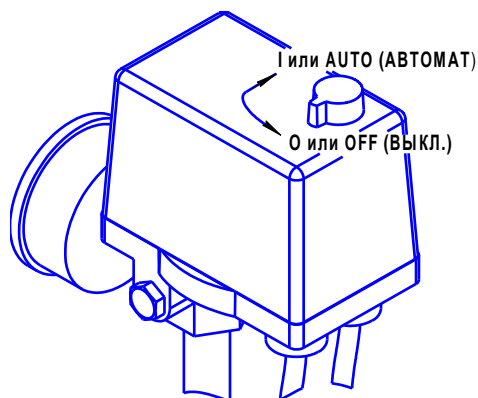

Рисунок 3
- 1 Проверьте, чтобы выключатель на прессостате находился в выключенном положении "OFF" или "O", в зависимости от исполнения (см. рисунок 3).
- 1 Выключить компрессор выключателем на прессостате. Для этого необходимо переключить выключатель в положение "OFF" или "O", в зависимости от исполнения (см. рисунок 3). После этого остановится электродвигатель и произойдет сброс давления из нагнетательного воздухопровода и поршневого блока.